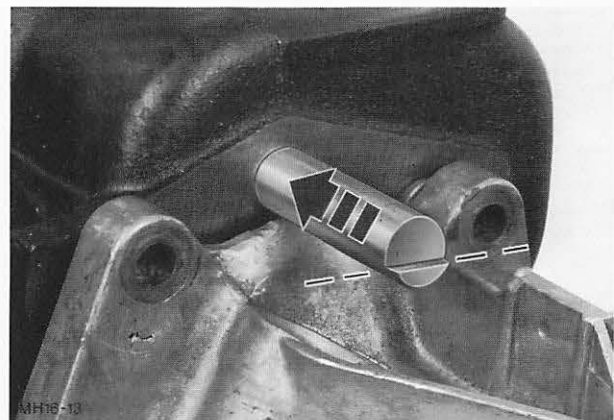

Abb. 76 Vorgelegewelle einbauen
6. Vorgelegewelle in ständiger Berührung mit der Blindwelle von **hinten** in das Gehäuse einschieben und mit einem Kupferhammer bündig zum Kupplungsgehäuse einschlagen. **Das hintere abgestufte Ende der Welle muß waagerecht zum Getriebegehäuse stehen.** Abb. 76.